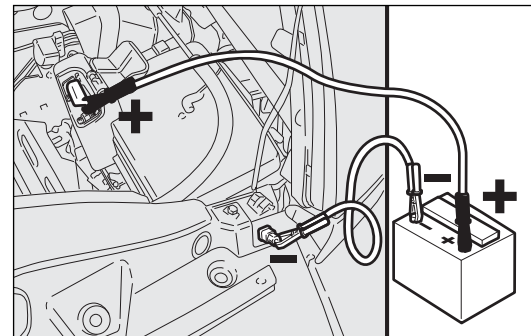

fig. 164
- conectar con un segundo cable el borne negativo (-) de la batería auxiliar con el punto de masa tal como se muestra en la fig. 164;